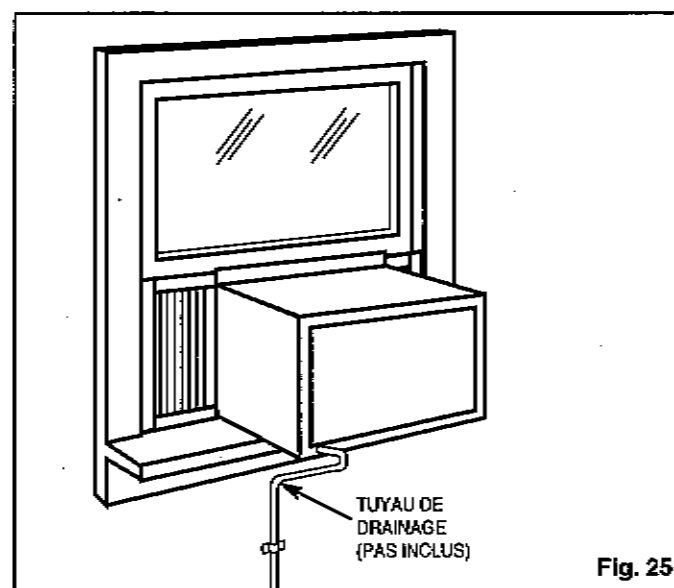

Fig. 25
A drain tube connection (excluding hose) is provided to redirect condensation overflow. See Fig. 25.
- S'il y a beaucoup d'humidité dans l'air, l'élimination de l'eau peut être suffisamment excessive pour déborder à partir de l'arrière de l'appareil ou augmenter les niveaux de bruit du climatiseur. Dans ce cas, il faudrait fixer un tuyau de drainage ordinaire (de jardin) et qui n'est pas inclus avec l'appareil, à la prise du drainage se trouvant à l'arrière du climatiseur, afin de permettre à la condensation de s'écouler de façon appropriée. (Fig. 25)